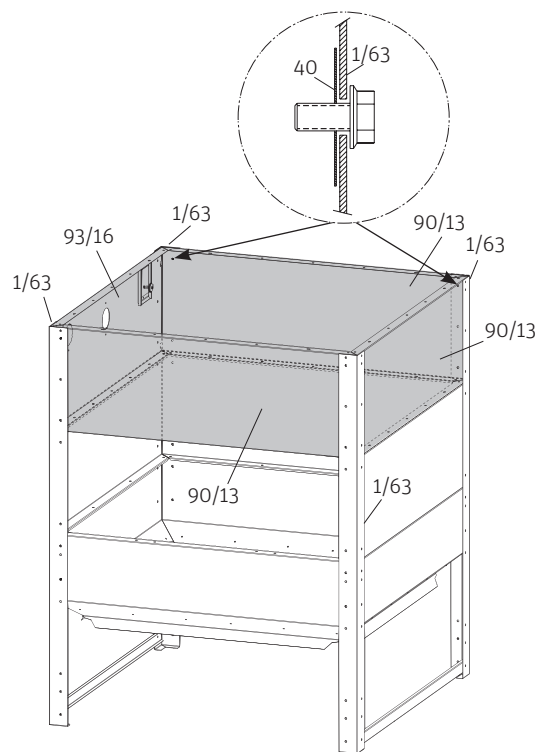

Fig. 9 Seitenwände 2 Reihen montieren
Wenn das Lager ca. 100 mm an der Wand steht, können die unteren Schrauben hinten nicht mehr eingesetzt werden (Abstand zu klein). Deshalb vor der Montage dieser Seitenwände die Schrauben mit Schraubensicherung (40) im Standwinkel (1/63) fixieren – Fig. 9.
2. Reihe Seitenwände rundherum aufsetzen. 3 Seitenwände (90/13) und 1 Seitenwand-Einblasstutzen (93/16) nur mit senkrechten Standwinkel (1/63) verschrauben, noch nicht waagrecht verschrauben – Fig. 9.